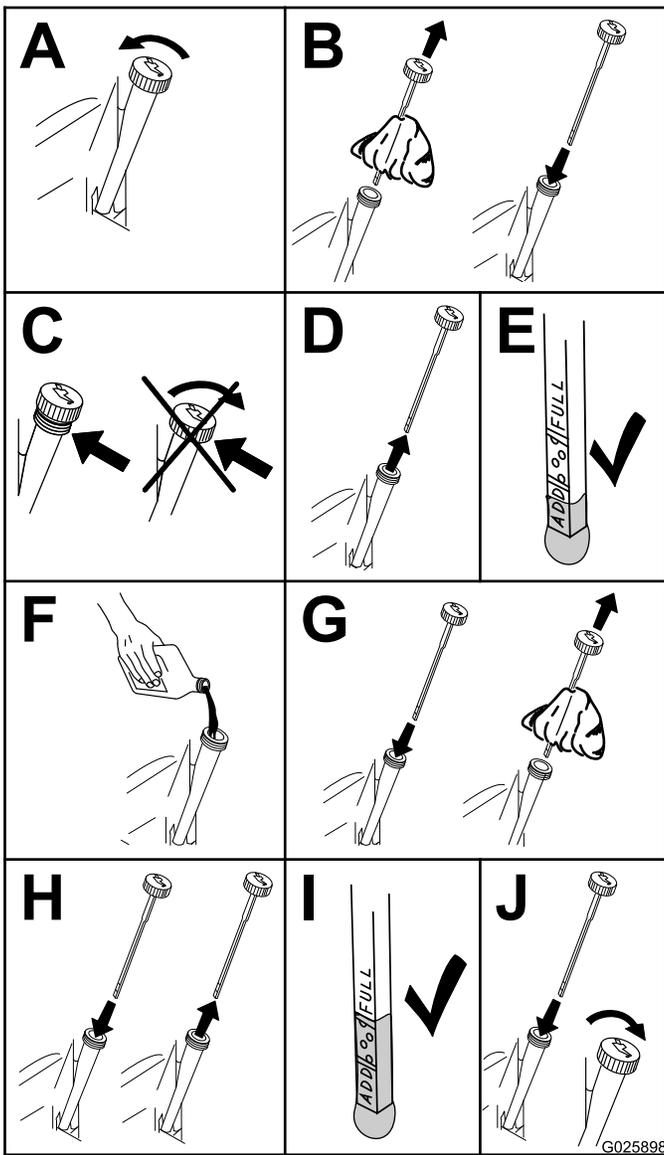

Figure 30
3. Contrôlez le niveau d'huile moteur, comme montré à la Figure 30.